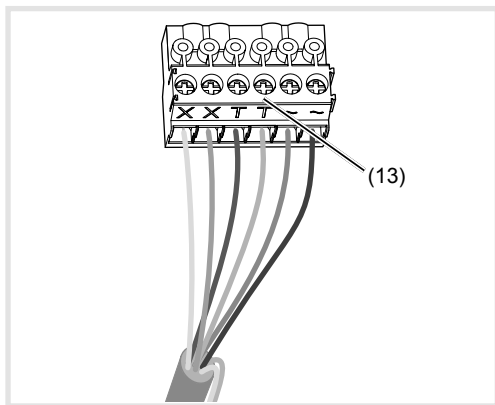

Figura 7: blocco di serraggio di collegamento cablato
- Tirare verso il basso il blocco di serraggio di collegamento (13) della mascherina video.
- Collegare la coppia di fili della linea bus a 2 fili ai morsetti **XX** del blocco di serraggio di collegamento (figura 7).
- Eventualmente collegare il cavo apriporta ai morsetti **TT** del blocco di serraggio di collegamento (figura 7 e 8).
- Per l'illuminazione fondo tasti di chiamata e il riscaldamento della telecamera di 12 V~, collegare la linea di alimentazione del trasformatore di rete ai morsetti \sim del blocco di serraggio di collegamento (figura 7).